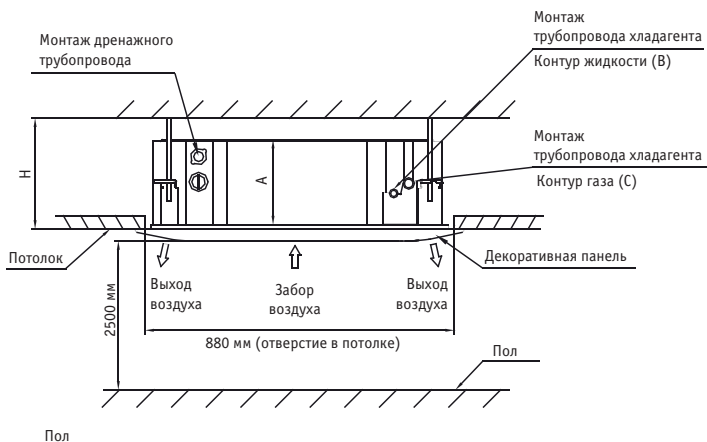

Рис. 2
1. По форме бумажного установочного шаблона вырежьте в потолке квадратное отверстие 880 x 880 мм. (См. рис. 2)